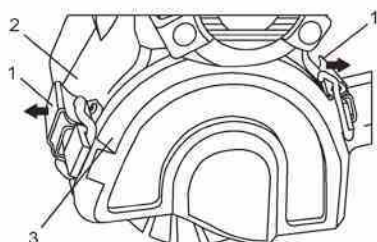

Fig. 1
1. Jale las dos cerraduras de las coberturas de los extremos del rodillo (1) lejos de la carcasa principal (2) (Fig. 1).
1. Destrabe la cubierta del extremo del rodillo (Fig. 1).